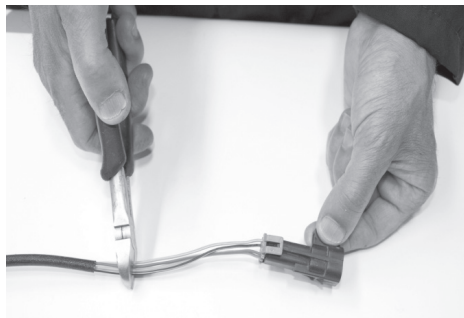

Figure 1 / Figura 1
- A. When the old sensor is removed, verify the overall length of the wires compared to the new sensor. When cutting the old connector wiring add an extra 3 inches (76 mm) to allow proper length once the wires will be spliced together. (Figure 1)
- Une fois la sonde usée retirée, vérifiez la longueur des câbles en la comparant à celle des câbles de la nouvelle sonde. Lorsque vous coupez les câbles de la sonde usée, ajoutez 3 pouces (76 mm) supplémentaires pour vous assurer que la longueur soit adéquate après avoir joint les câbles. (Figure 1)